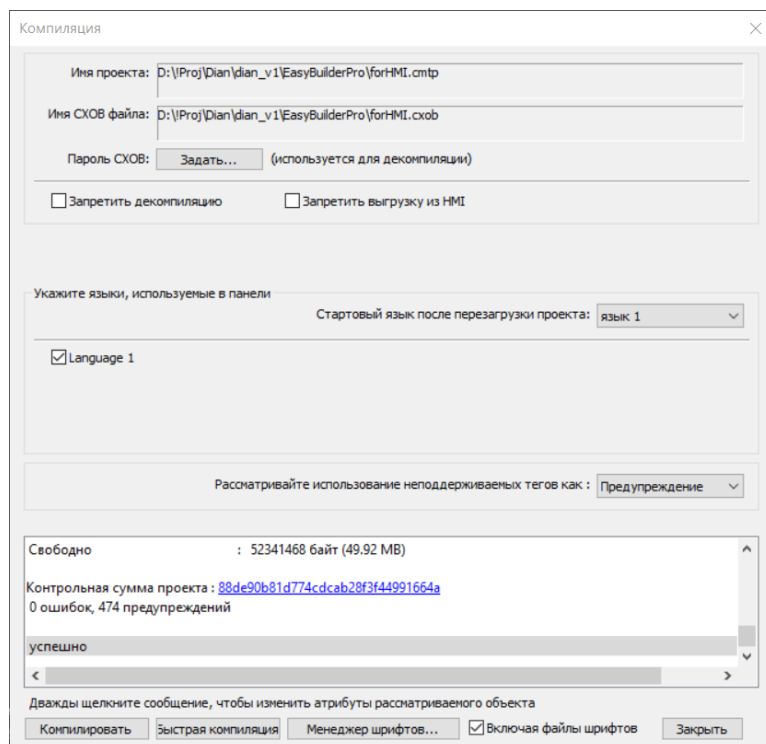

Рисунок 2.3 – Окно «Компиляция»
4. Выполнить компиляцию прикладного ПО: перейти на вкладку «Проект» – «Компиляция», нажать кнопку «Компилировать». Компиляция выполнена успешно, при наличии сообщения «Успешно» в окне компиляции (рисунок 2.3).